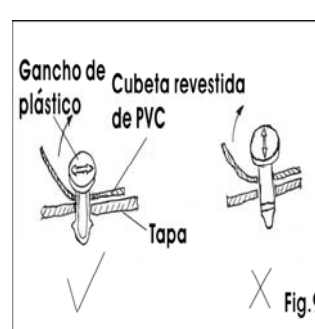

Fig.9
9. Saque los ganchos de plástico, tal como indica la flecha en la tapa cuando tenga que sacar la cubeta con revestimiento de PVC (Fig.9).